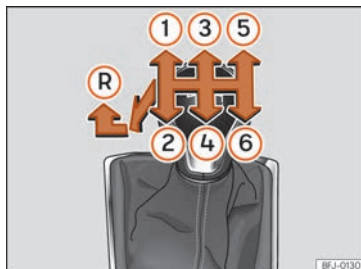

Fig. 53 Grille des vitesses de la boîte mécanique à 6 vitesses.
Les positions des vitesses sont représentées sur le levier de vitesses »» **fig. 53**.
- Au point mort, appuyez sur le levier de vitesses, déplacez-le complètement vers la gauche puis vers l'avant pour passer la marche arrière »» **fig. 53** (R).